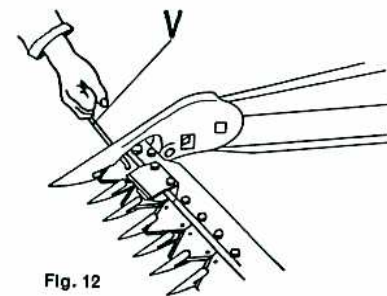

Fig. 12
9. Skifting av kniven (Fig.12)